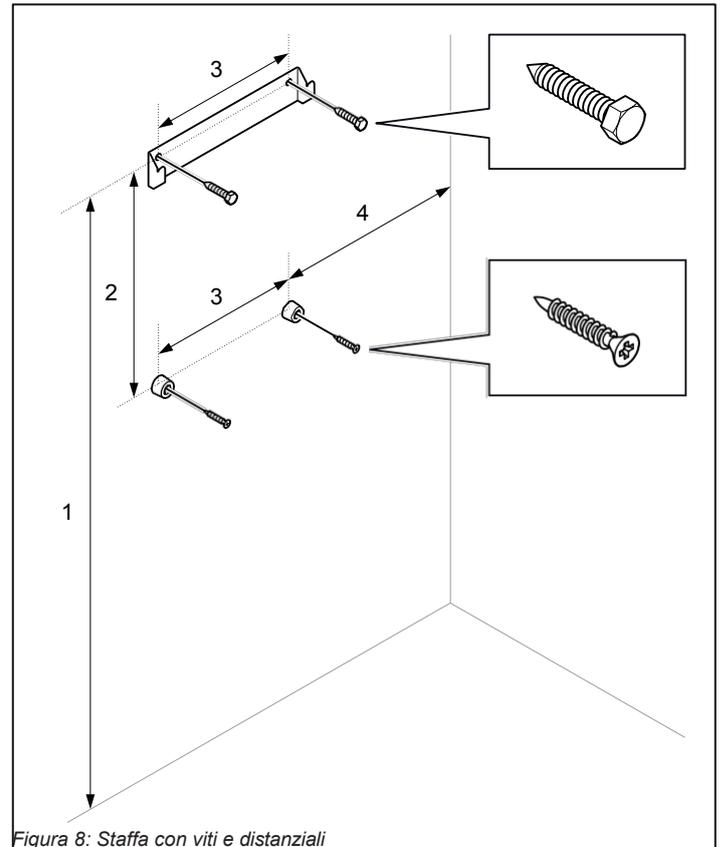

Figura 8: Staffa con viti e distanziali
1. Fissare la staffa e i distanziali alla parete seguendo le indicazioni specifiche dimensionamento (cfr. Figura 8).